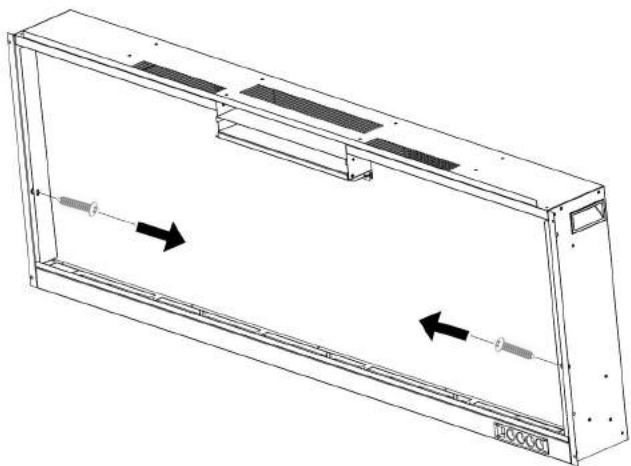

Fig. 2-1
A. Togliere le viti (1 per lato) dai lati del caminetto. Mettere da parte le viti (Fig. 2-1)